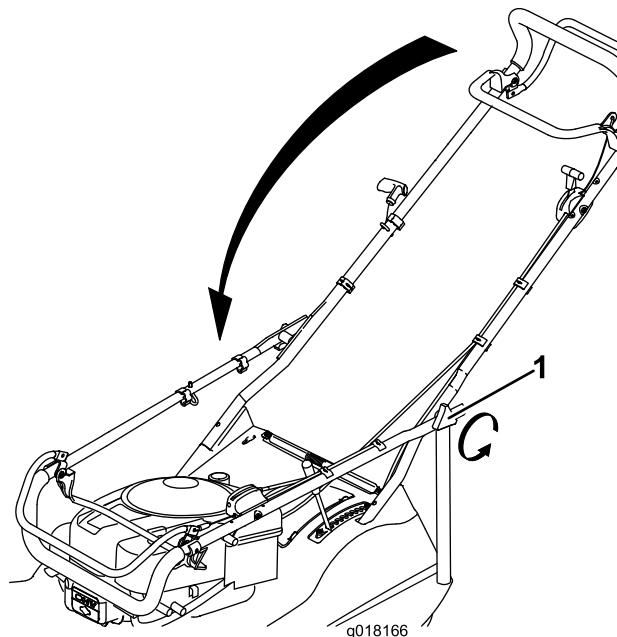

Figura 29
2. Rode o manípulo para a frente (Figura 29).